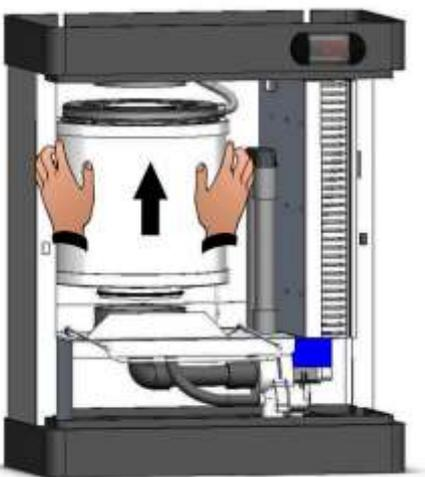
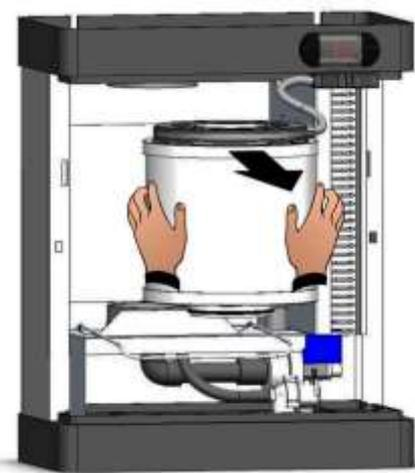

Fig. 33
Fig. 34
6. Sfilare il cilindro dalla flangia inferiore estraendolo verso l'alto (fig. 33) e sfilarlo dall'umidificatore (fig. 34).